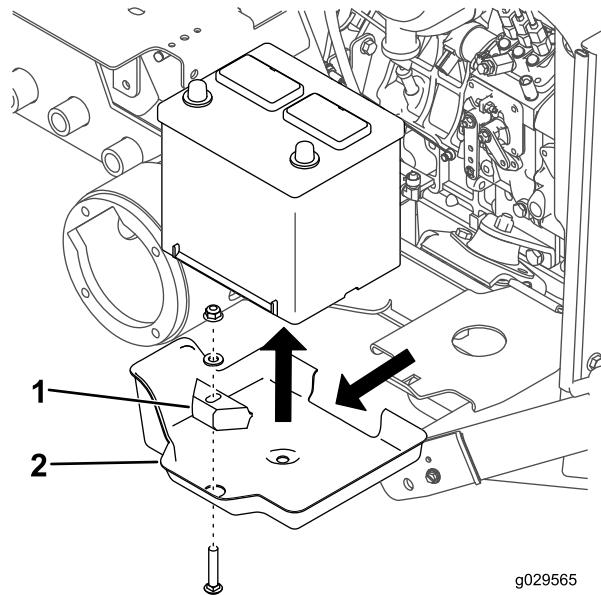

図8
3. バッテリーを固定しているキャリッジボルト、ワッシャ、バッテリー押さえ、ナットを取り外す図8。
4. バッテリートレイからバッテリーを取り出す図8。
5. バッテリートレイからバッテリートレイを取り出す図8。